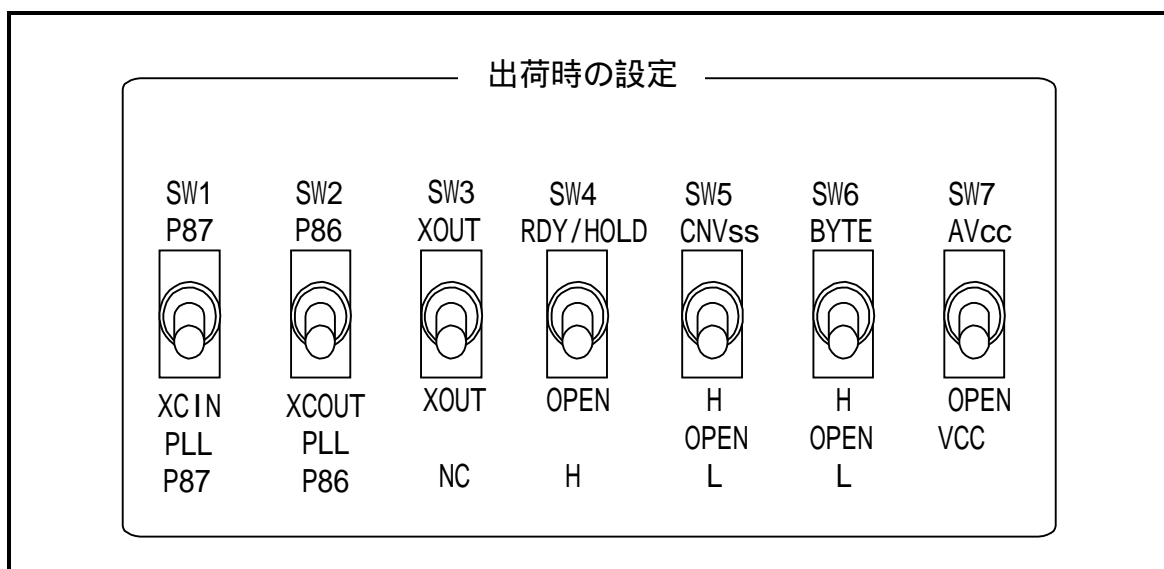

図 4.4 セルフチェック時のスイッチ設定
- ① エミュレーションポッド内のスイッチ設定を出荷時の設定(図 4.4参照)にしてください。
- ② ターゲットシステムが接続されている場合は、ターゲットシステムを外してください。
- ③ 電源投入後、2秒以内にPC4701フロントパネルのシステムリセットスイッチを押し、メンテナンス用の特殊モードに切り替えます。
- ④ “SAFE”のLEDが点滅開始するのを確認後、もう一度システムリセットスイッチを押してください。
- ⑤ セルフチェックを開始します。約1分で正常終了表示されればセルフチェック終了です。